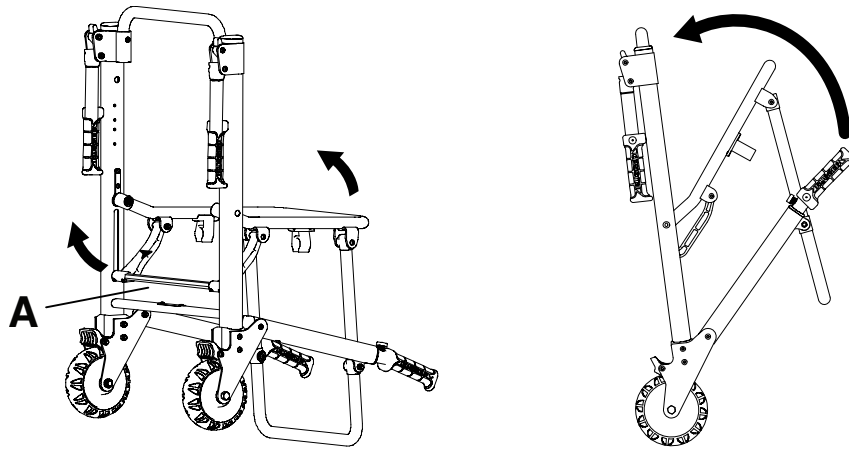

Figura 4 – Plegado de la silla
4. Tire hacia arriba de la barra de bloqueo roja (A) situada en la parte posterior de la silla (Figura 4).